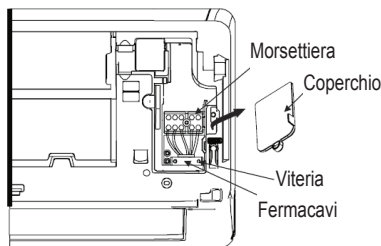

fig. 16 -
1. Aprire il pannello frontale dell'unità ("fig. 16 -")